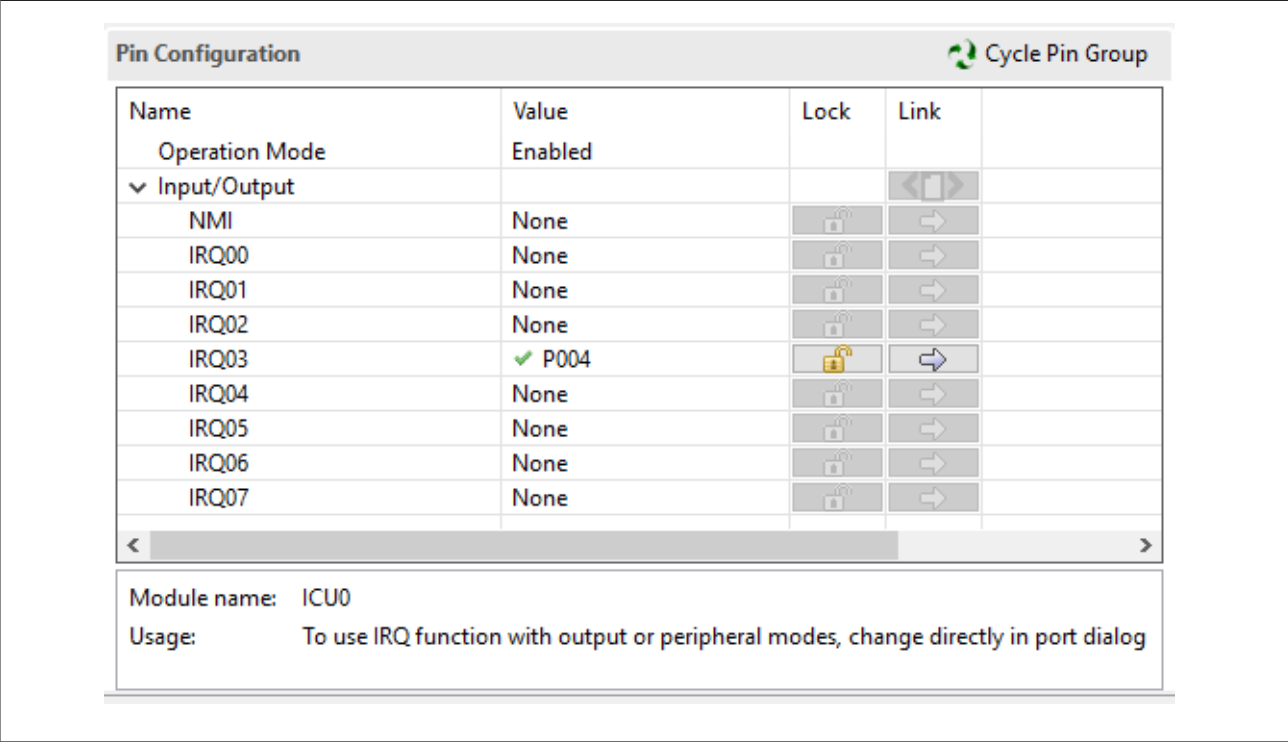
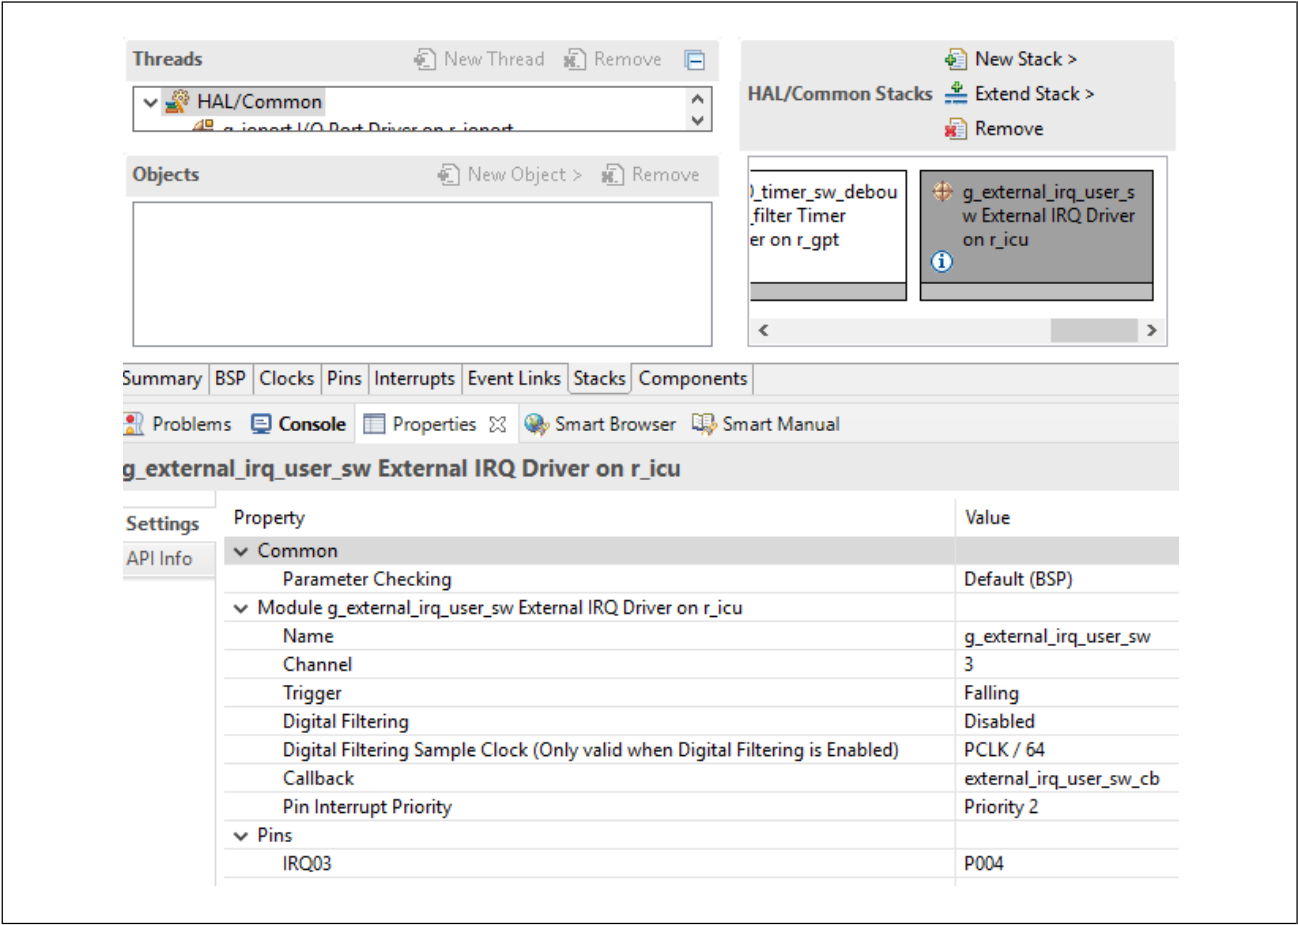

图21. 使用 Renesas FSP 配置器将 P004 配置为 IRQ03
图22. 使用 Renesas FSP 配置器配置 IRQ03
- 图 21和图 22 给出了使用 Renesas FSP 使能和配置 IRQ 引脚的示例。